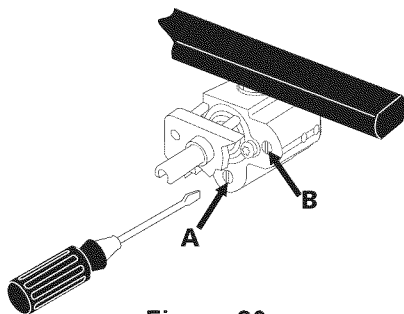

Figure 20
e. La dimension de la flamme de la portion interne du brûleur ou de la portion arrière du brûleur pont peut être augmentée ou diminuée en tournant la vis A. Utilisez la vis B pour régler la dimension de la flamme de la portion externe du brûleur double ou de la portion centrale du brûleur pont. (Figure 20). Tournez la vis dans le sens anti-horaire pour augmenter la dimension de la flamme et dans le sens horaire pour la diminuer. Ajustez la dimension de la flamme jusqu'à ce que vous puissiez tourner rapidement le bouton de LITE à la plus basse position (LOW) sans éteindre la flamme. Celle-ci devrait être aussi minuscule que possible sans s'éteindre.